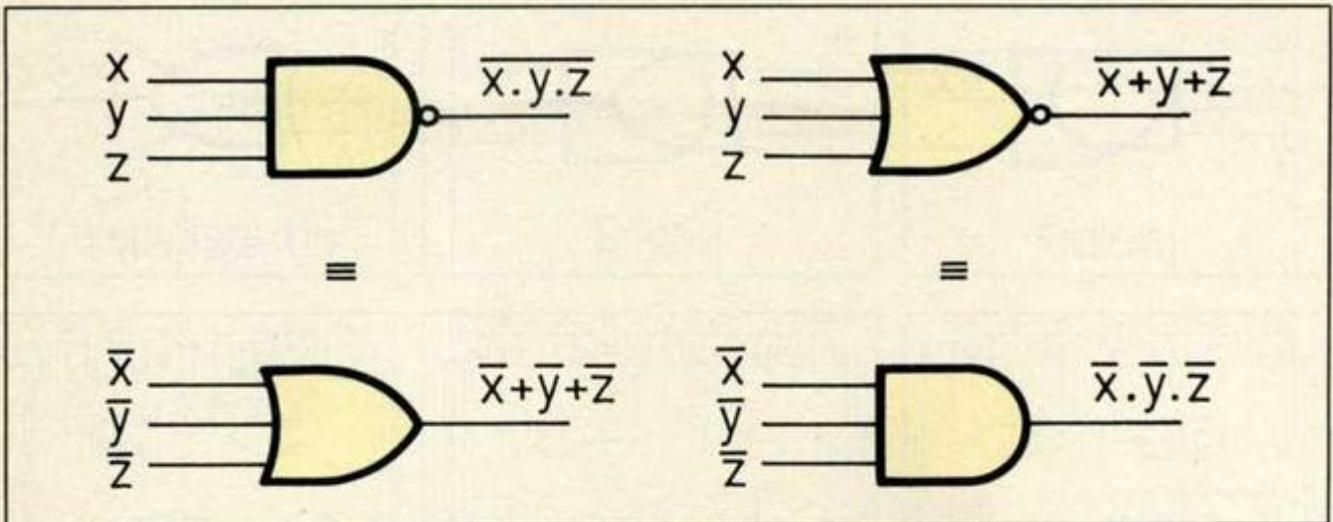

Figure 5. Les équations 9 et 10 (théorèmes de De Morgan) impliquent les équivalences ci-dessus.
- (1)  $x + x.y = x$
- (2)  $x.(x+y) = x$
- (3)  $\overline{x+y} = \bar{x}.\bar{y}$
- (4)  $\overline{x.y} = \bar{x} + \bar{y}$
- (5)  $x.y + x.\bar{y} = x$
- (6)  $(x+y).(x+\bar{y}) = x$
- (7)  $x + \bar{x}.y = x + y$
- (8)  $x.(\bar{x} + y) = x.y$
- (9)  $\overline{x.y.z} = \bar{x} + \bar{y} + \bar{z}$
- (10)  $\overline{x+y+z} = \bar{x}.\bar{y}.\bar{z}$
On remarquera que les deux dernières relations dérivent des théorèmes de De Morgan étendus à trois variables. En figure 5 on a représenté les circuits équivalents pour (9) et pour (10) : en pratique on choisira toujours la solution la plus économique ou celle faisant intervenir, par exemple, le maximum de portes NAND ne serait-ce que pour minimiser le nombre de composants différents. Notons que dans une telle perspective, on obtiendra le complément d'une variable avec une porte NAND ce qui évitera l'utilisation de circuits intégrés renfermant de simples inverseurs.